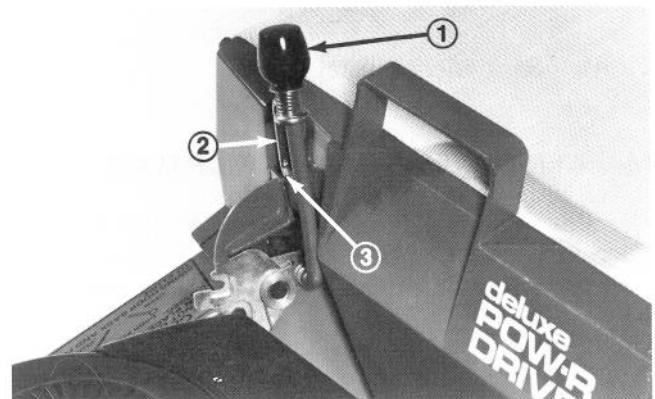

Abb. 18
4. Verriegelungshebel drücken, bis er sich aus der Raste löst. Den Hebel nun rückwärts bewegen, bis er in die Kerbe hinter der Sacklasche einrastet (Abb. 18). Der Auswurf ist nun offen und der Mäher bereit zum Graseinsacken.